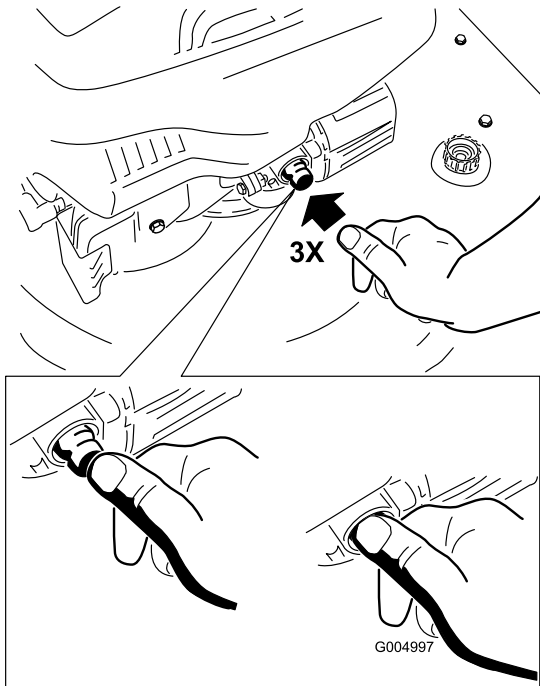

Figura 15
2. Apriete el cebador 3 veces con el dedo pulgar, presionando con fuerza, y manteniendo la presión durante un segundo antes de soltarlo (Figura 15).